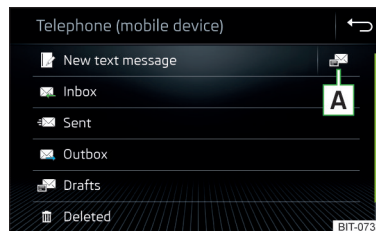

Abb. 201
- › Im Hauptmenü *Telefon* die Funktionsfläche  antippen, es wird das Hauptmenü für Textmitteilungen angezeigt » Abb. 201.
- » **Abb. 201 auf Seite 175.**